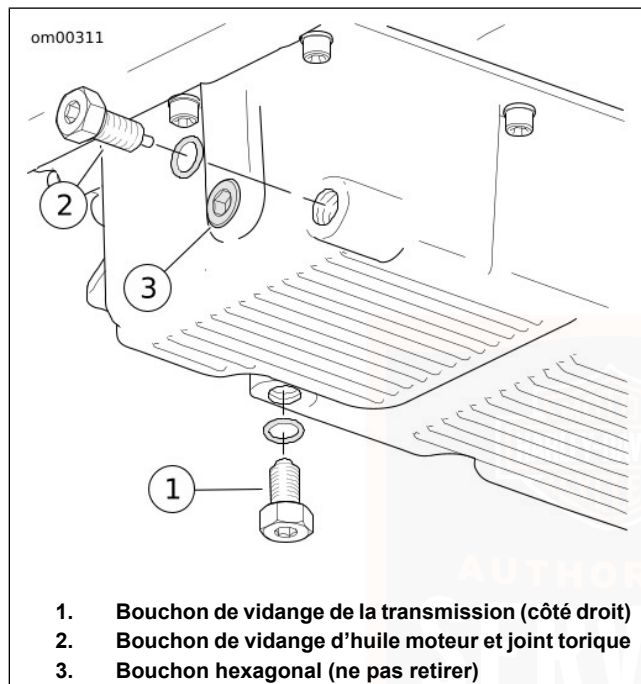

Figure 48. Carter d'huile
3. Voir Figure 48. Déposer le bouchon de vidange d'huile (2). Ne pas enlever le bouchon hexagonal (3) ni le bouchon de vidange de la transmission (1). Laisser l'huile se vidanger complètement.